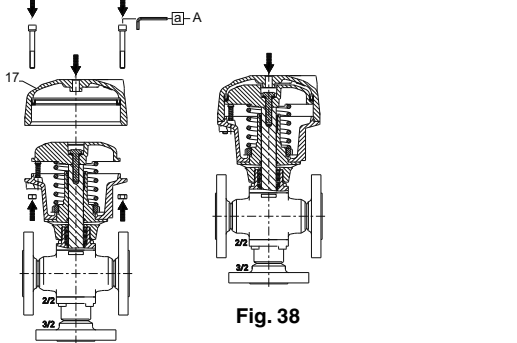

Fig. 34
- Caution: spring under load.** Replace and insert the seal (4) and the washer (3) and tighten the nut (2) to torque [b] while firmly holding the piston (G) with the valve assembly and disc nut (F) (Fig. 34).
- Attention ressort en charge.** Remplacer le joint (4), la rondelle (3) et visser l'écrou (2) au couple [b] en maintenant fermement le piston (G) avec l'ensemble de la vanne et l'écrou de clapet (F) (Fig. 34).
- Achtung: Feder unter Spannung.** Legen Sie die neue Dichtung (4) und den neuen O-Ring (3) ein und ziehen Sie die Mutter (2) mit dem Moment [b] fest, wobei der Kolben (G) und die Einheit aus Ventil und Mutter am Ventilteller (F) festgehalten werden muss (Abb. 34).
- Atención resorte bajo carga.** Reemplazar la junta (4), la arandela (3) y atornillar la tuerca (2) al par [b] sujetando firmemente el pistón (G) con el conjunto de la válvula y la tuerca de clapet (F) (Fig. 34).